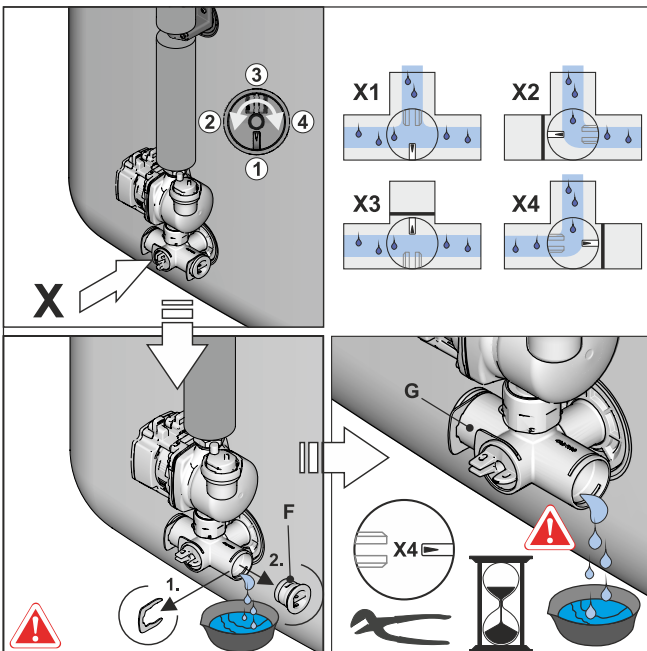

Bild 19-5 Ventileinsatz absperren, Blindstopfen vom Anschlusswinkel entfernen
- 5 Ventileinsatz am Anschlusswinkel so einstellen, dass der Weg zum Ablaufschlauch geöffnet wird (siehe auch Bild 19-5) und Wasserinhalt des Speicherbehälters ablassen.